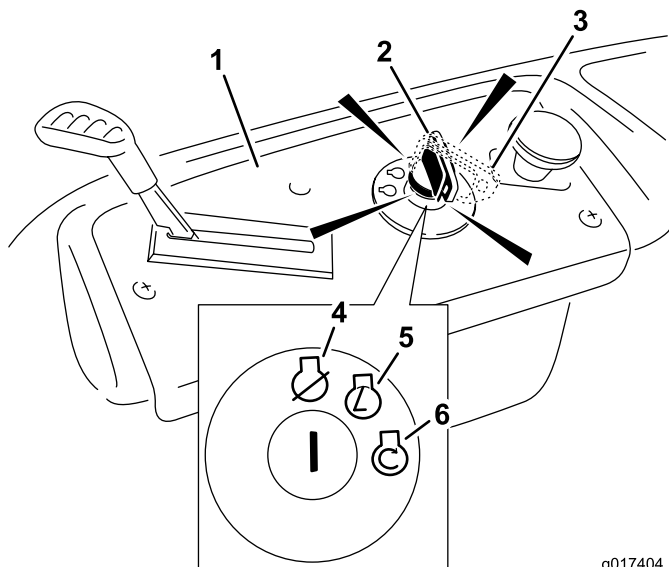

Figura 14
4. Rode a chave da ignição para a posição Start para ligar o arrancador (Figura 14).
4. Desligue a chave da ignição (Figura 14) e retire a chave.